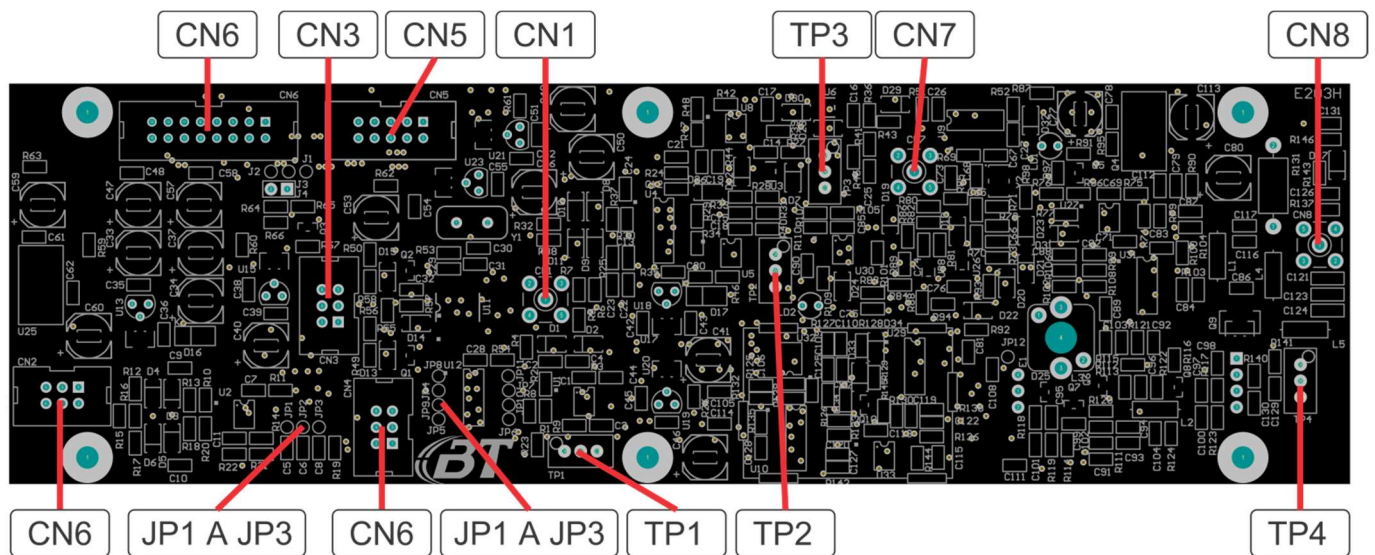

Figura 10: Modulador FM - E203H
2.5.1 Placa moduladora de FM, E203H, Figura 10: